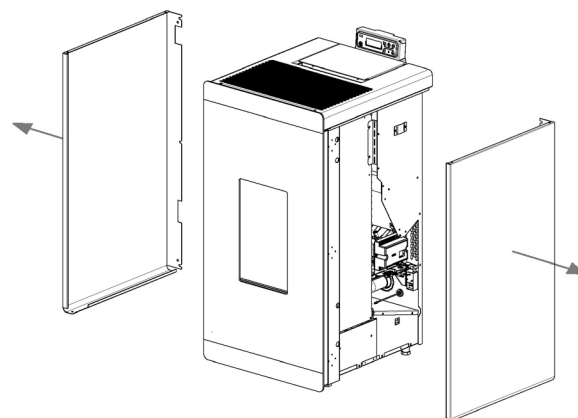

Fig. 71 - Afmontering af sider
- Afmontér siderne (se **Fig. 71**).